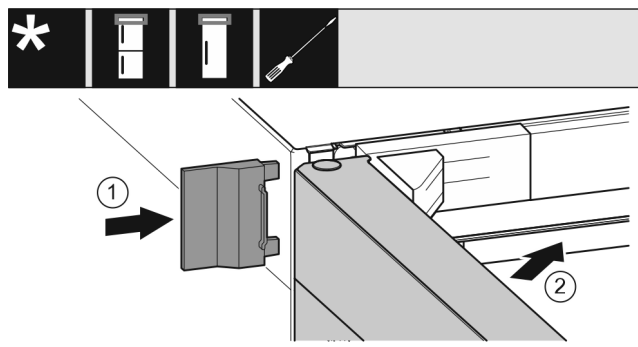

Fig. 23
- ▶ Vnější kryt Fig. 23 (1) nasuňte.
- ▶ Zavřete horní dveře Fig. 23 (2).